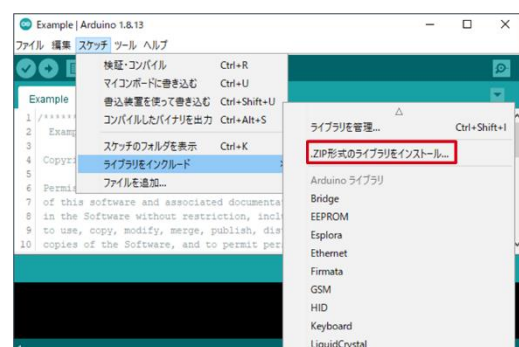

Figure 3. ソフトウェアのインストール
7. [スケッチ] -> [ライブラリをインクルード] -> [.ZIP 形式のライブラリをインストール] を選択し、5.の zip ファイルを選択 (Figure 3)